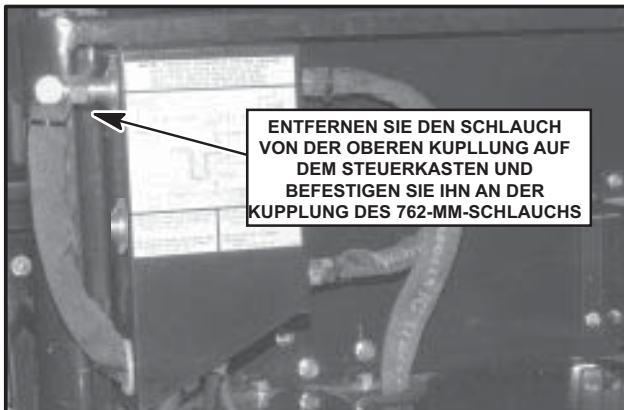

Abbildung 36
- Nehmen Sie den Schlauch von der oberen Kupplung am Steuerkasten ab (siehe Abb. 36) und befestigen Sie ihn an der Kupplung, die vorher am 762 mm langen Schlauch befestigt wurde, welcher mit dem unteren Anschluss des Hebemotors verbunden ist.